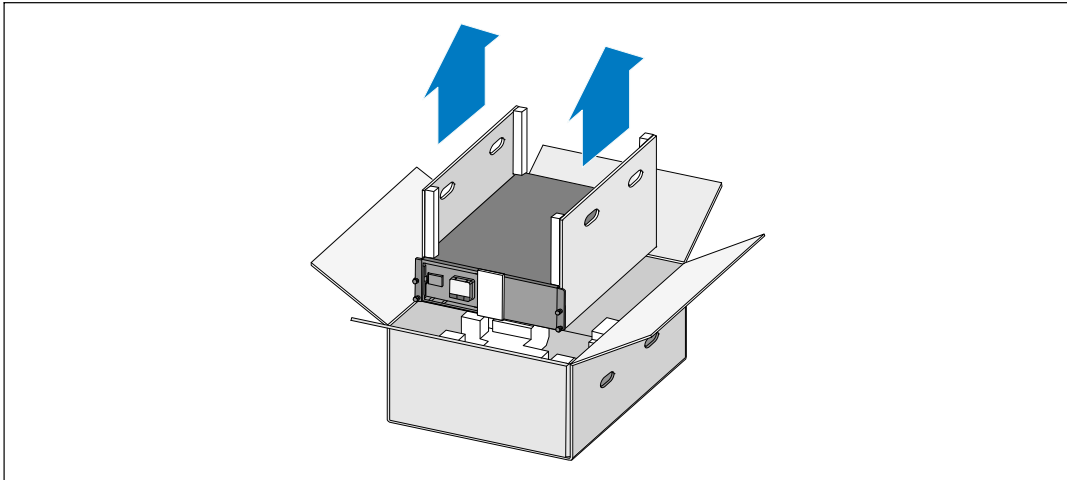

Рисунок 3Подъем корпуса
- Аккуратно достаньте корпус из картонной коробки и поставьте его на ровную устойчивую поверхность (см. Рисунок 3).